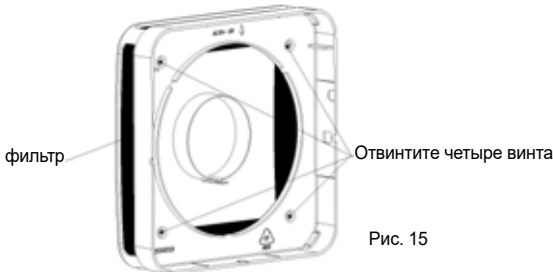

Рис. 15
1. Замена фильтра: после прерывания питания, снимите крышку и удалите четыре винта, как показано на рис. 15. Очистить фильтр путем погружения в холодной воде.